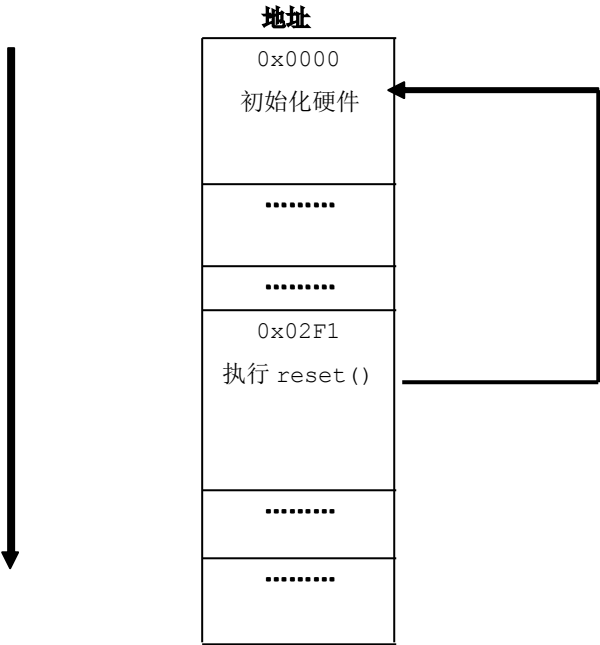

图 14-3-3 模拟软件复位实验示意图
`void(*reset)(void)` 就是函数指针定义, `(void(*) (void)) 0` 是强制类型转换操作, 将数值 “0” 强制转换为函数指针地址 “0”。在进入 `while (1)` 死循环之前进行 LED 灯闪烁操作, 当进入 `while (1)` 死循环之后, 一直检测 P3.3 引脚电平是否为低电平。一旦 P3.3 引脚被拉低时, 执行 `reset` 函数进行模拟复位操作, 如图 14-3-3。